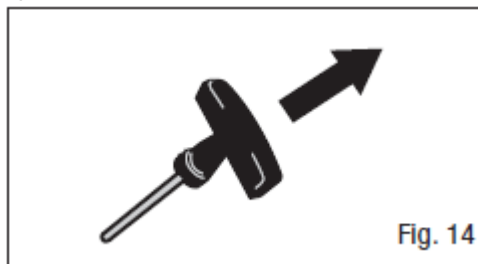

Рис. 14
5. Запустивши пристрій, повільно потягніть ручку (пусковий шнур), доки не відчуєте опір, потім швидко потягніть. (рис. 14)